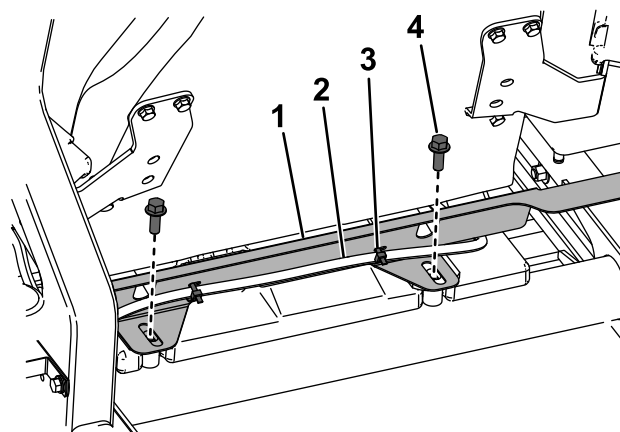

Figure 2
2. Derrière le siège, coupez les serre-câbles qui fixent le flexible à l'écran pare-chaleur et retirez les 2 boulons ($\frac{1}{4} \times \frac{1}{2}$ po), comme montré à la Figure 2. Déposez l'écran pare-chaleur et conservez les boulons.